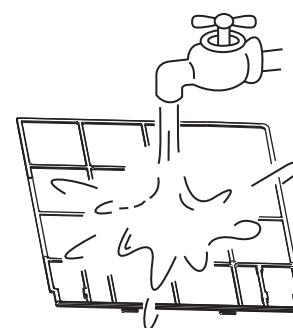

Рисунок 6-3
• Во время чистки водой приточная сторона фильтра должна быть направлена вниз (См. Рисунок 6-3).